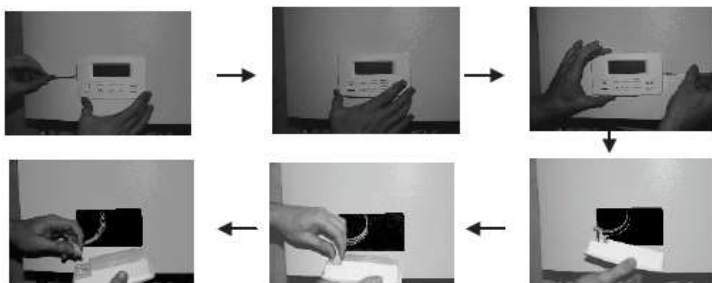

Рисунок 2. Порядок извлечения блока управления.
5.7 Для подключения прибора и ремонтно-профилактических работ необходимо снять кожух (1). Для этого необходимо предварительно снять блок управления (2). Порядок извлечения блока управления показан на рис. 2.